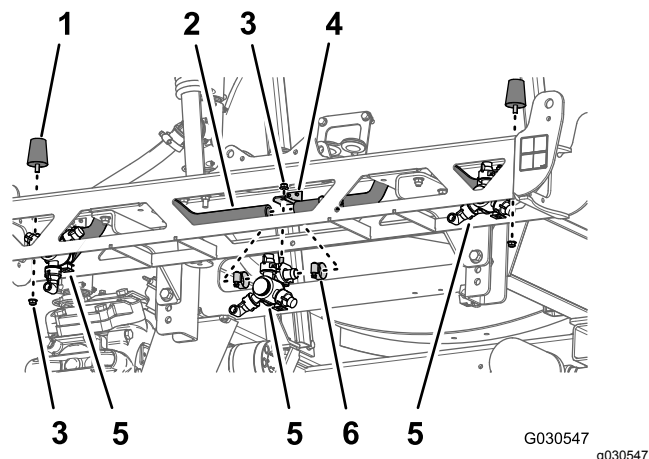

Bild 78
- Entfernen Sie die Sicherungsbundmutter (5/16"), mit denen die linke und rechte Stoßstange an den Rahmenenden des mittleren Auslegerabschnitts befestigt sind (Bild 78).
- Entfernen Sie die vier Schlauchklemmen, mit denen die drei Sprühdüsen an den Schläuchen (Innendurchmesser von 3/4") befestigt sind (Bild 78).
- Entfernen Sie die Sicherungsbundmutter (5/16"), mit denen die drei Sprühdüsen an den Düsenbefestigungen des mittleren Auslegerabschnitts befestigt sind, und nehmen Sie die Düsen ab (Bild 78).